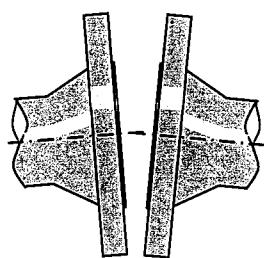

図2 平行度が悪い
- 相対するフランジの平行度が出ていないと片締めの原因となりますので、正しい位置に補正してください。 (図2参照)